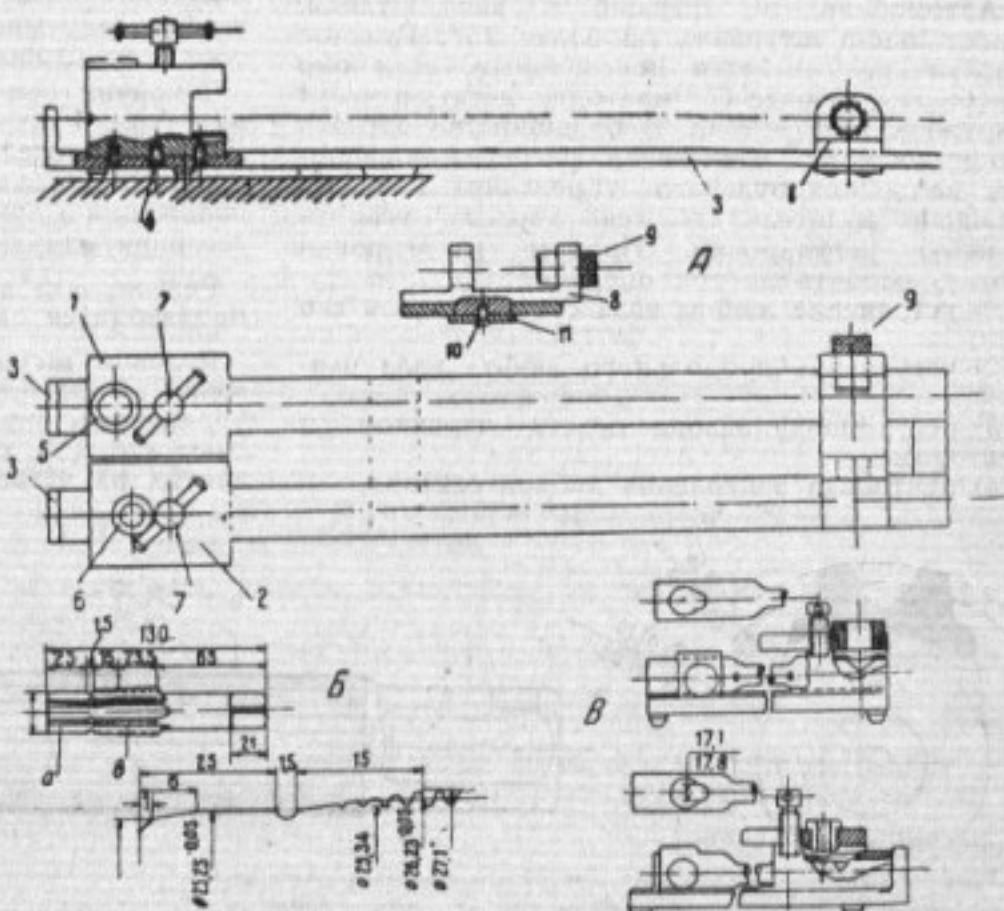

Рис. 4. Приспособление для механической обработки тяг рулевого управления ГАЗ-АА
На рис. 4 изображено приспособление, необходимое при механической обработке тяги автомобиля ГАЗ-АА после сварочных операций. Приспособление — кондуктор состоит из двух зажимов 1 и 2 (рис. 4-А), привинченных к основной раме 3 винтами 4. В зажимы 1 и 2 вставлены каленые втулки 5 и 6 и упорные болты 7. На правом конце рамы закреплен передвигающийся при желании угольник 8 с ушками и установочным валиком 9. Наличие передвигающегося угольника 8 позволяет сверлить отверстия и в поперечной рулевой тяге.
Особенность инструмента, применяемого для обработки отверстий тяг и резьб под пробки, состоит в том, что на нем имеется две режущих части (рис. 4-Б). Левый конец инструмента а представляет собой развертку, предназначенную для удаления излишнего металла, полученного в результате сварочных работ. Правая часть в инструмента является нормальным метчиком, предназначенным для восстановления резьбы рулевых тяг.
На рис. 4-В показан метод установки обрабатываемой детали в приспособлении.
- переставив продольную тягу в зажим 2 (рис. 4-А) приспособления, сверлят отверстие под шейку сферической головки рычага (сошки) рулевого управления;